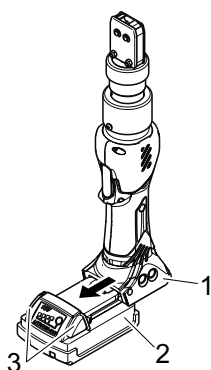

Fig. 18: Rimozione della batteria
- Premere i pulsanti (Fig. 18/3) ed estrarre la batteria (Fig. 18/2) dalla pinza CP 10 / CP 20 / CC 20 (Fig. 18/1).